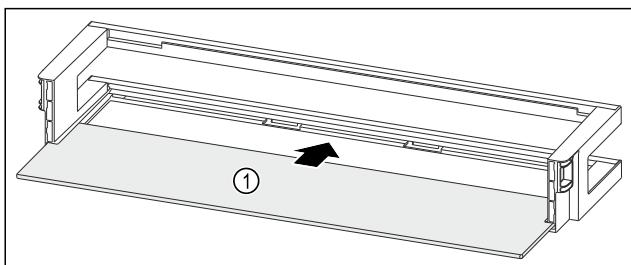

Fig. 134 Рафт на врата с рафт
► Вкарайте рафта Fig. 134 (1) в страничните прорези.